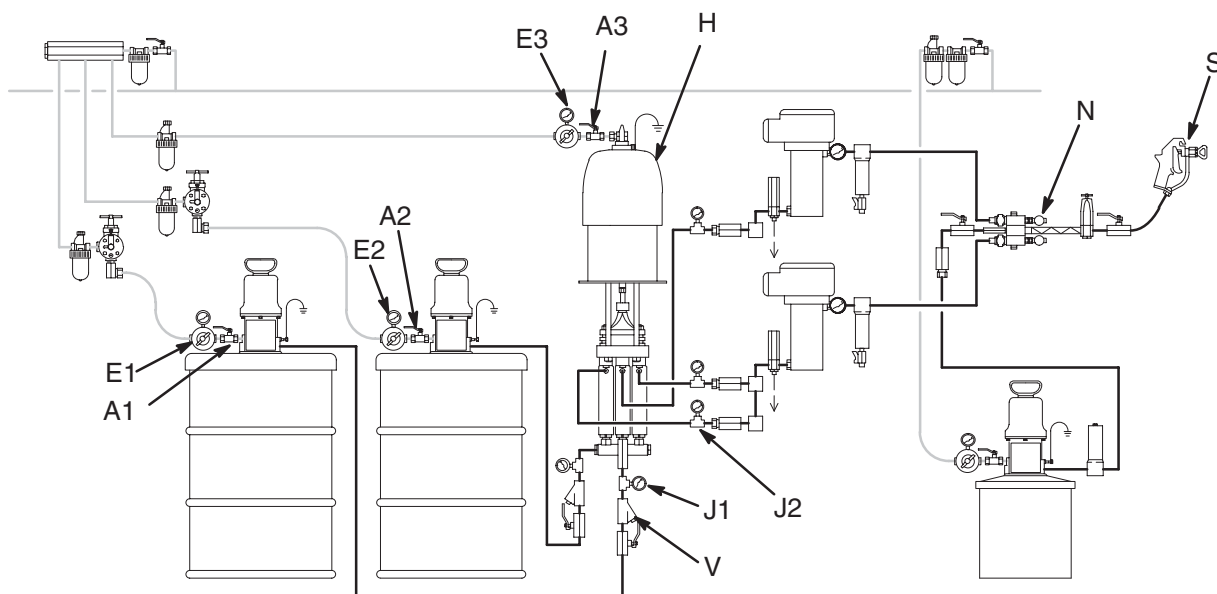

Abb. 17
Wenn der Materialdruck von der Zufuhrpumpe zur Dosierpumpe am Manometer (J1) des Dosierpumpeneinlasses nicht beibehalten werden kann, muss der Filter (V) überprüft und gereinigt werden. Siehe Abb. 17 auf Seite 21.